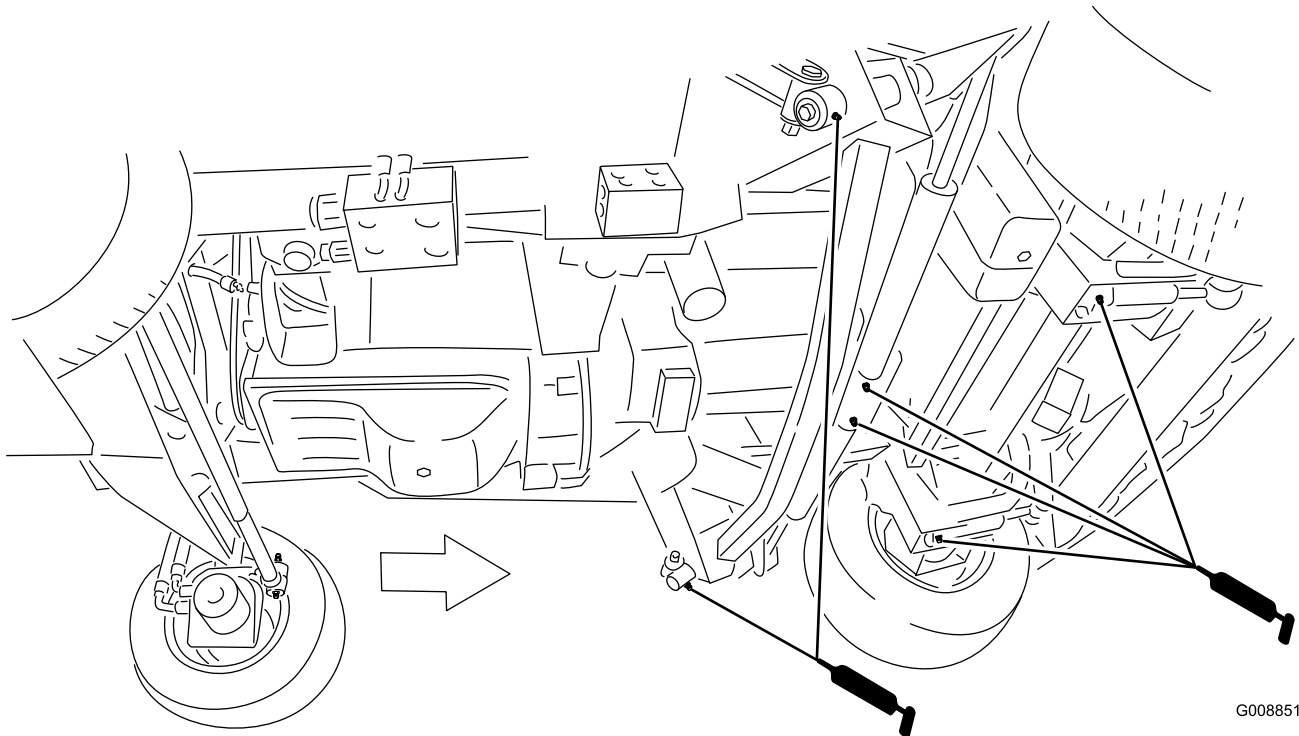

Bild 46
- Stoßarme (2) (Bild 46)
- Frontmähwerk-Zylinderdrehbüchsen (2) (Bild 46)
- Seitmähwerk-Zylinderdrehbüchsen (2) (Bild 46)